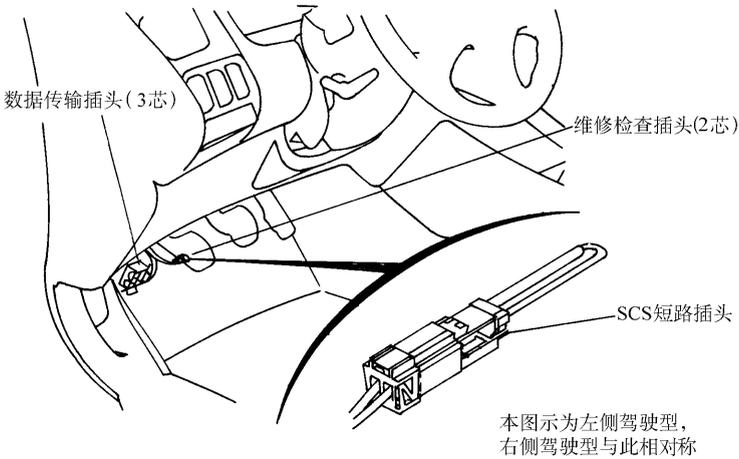

图 3-1 故障自诊断接口
(1) 找到维修检查插头（故障自诊断接口），它位于乘客座位旁边的杂物箱下面，如图3-1所示。对Prelude车，故障自诊断接口位于发动机室内，紧靠熔丝/继电器盒处。